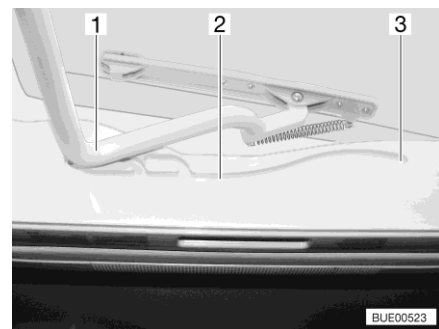

Fig. 116 Glissière (lanterneau Heki)
- Tirer l'étrier (Fig. 116,1) dans les glissières (Fig. 116,2) jusque dans la position la plus reculée (Fig. 116,3).
- Pousser l'étrier (Fig. 116,1) légèrement vers le haut avec les deux mains.
- Tirer l'étrier dans les glissières (Fig. 116,2) jusqu'à la position souhaitée.